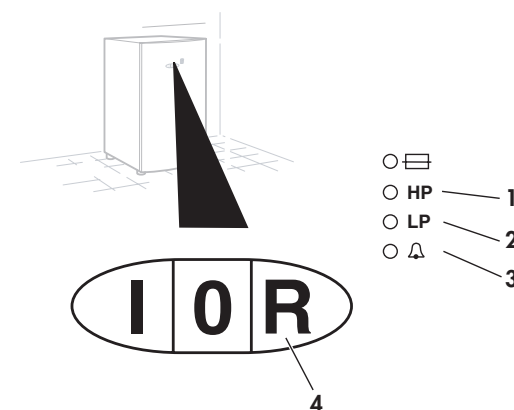

Fig 7. Feilsøking
Ved driftsforstyrrelser kan du forsøke å starte varmpumpen på nytt ved hjelp av tilbakestillingsknappen "R" (4) (se fig. 7).